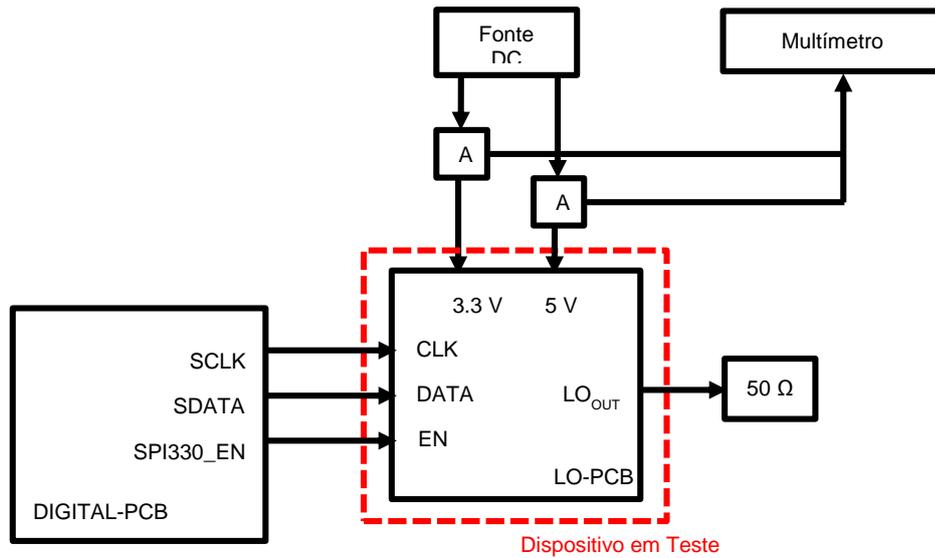

Figura 4.2.1 – conexões para teste de consumo de potência.
- 1) Realizar as conexões descritas na figura 4.2.1